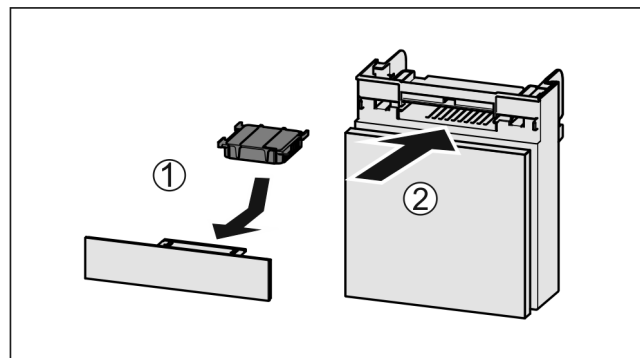

Fig. 82
- ▶ Insérer le filtre à charbon actif d'après le schéma Fig. 82 (1).
- ▶ Insérer le compartiment Fig. 82 (2).